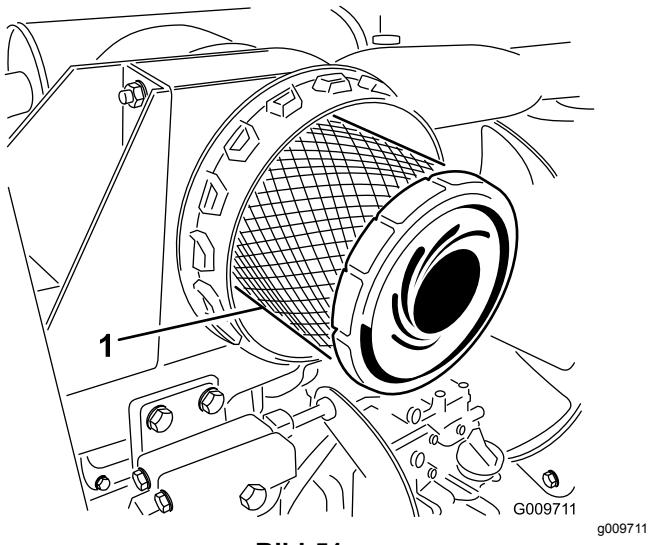

Bild 51
4. Entfernen und wechseln Sie den Hauptfilter aus (Bild 51).